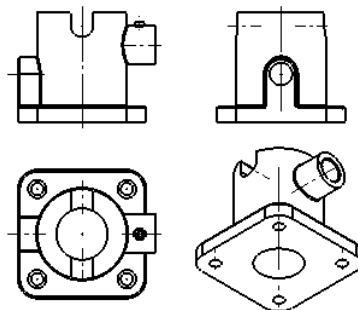

图 9.4.8 创建投影视图
投影视图包括仰视图、俯视图、右视图和左视图。下面以图9.4.8所示的视图为例，说明创建投影视图的一般操作步骤。
Step3. 在系统 **选择一投影的工程视图** 的提示下，选取图 9.4.8 所示的主视图作为投影的父视图。